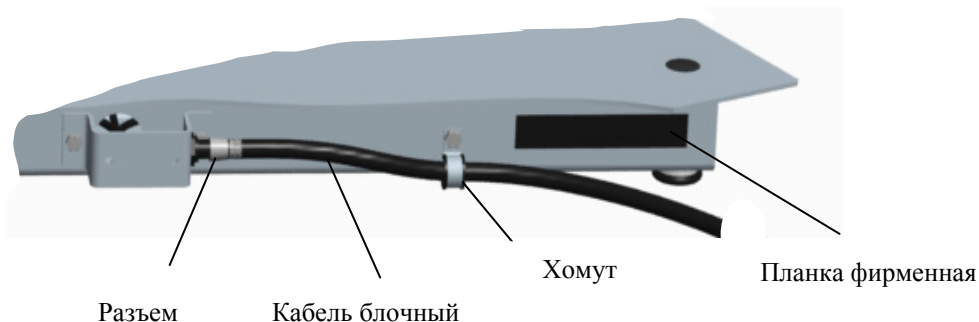
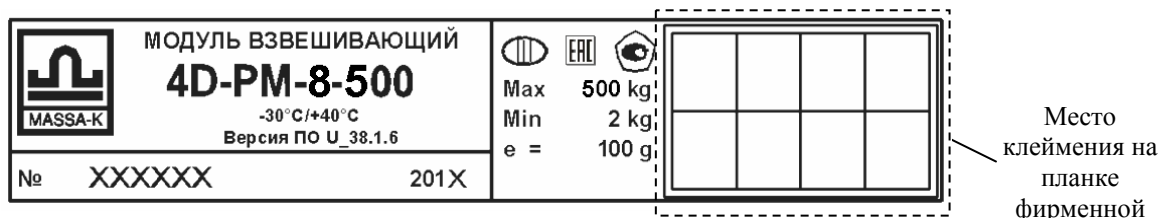

Рис. 5.1
Рис. 15.1 - Планка фирменная
5.4 Подключить к модулю кабель. Закрепить кабель хомутом, как показано на Рис. 5.1.
15.5 После поверки нанести на планку фирменную модуля (Рис. 15.1, Рис. 5.1) оттиск поверительного клейма.